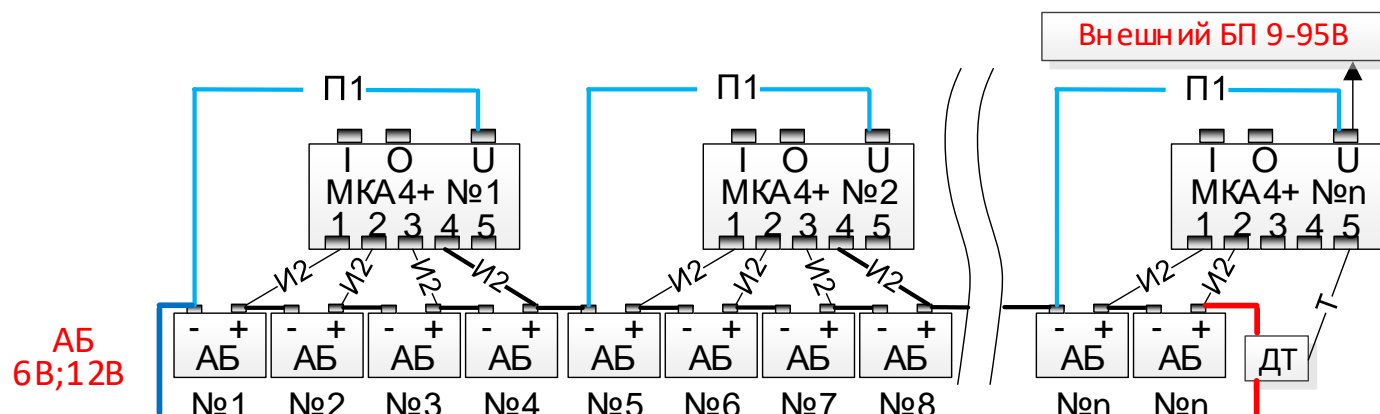
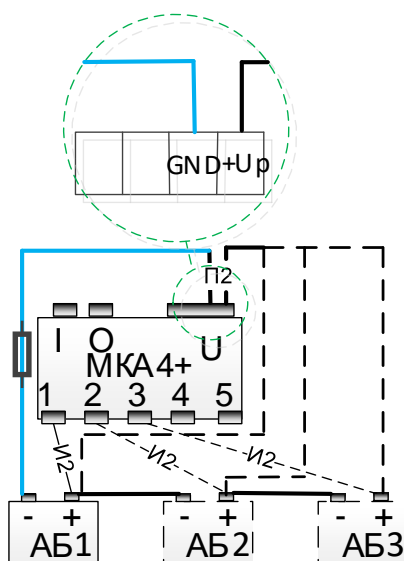

Рис.8. Пример подключения АБ 6В или 12В по 4 шт. на 1 МКА4+.
Рис.9. Схема подключения МКА4+ с кабелем П2 с 1,2 или 3-мя АБ 12В либо с 2- или 3-мя АБ 6В.
Если МКА4+ мониторит менее 4-х аккумуляторов, запитывать его нужно одним из двух способов: а) от внешнего источника питания (рис. 8, МКА4+ №n), б) через кабель П2, позволяющий подать питание от «+» аккумулятора (с большим порядковым номером относительно минуса всей цепи АБ) на разъем U (клемма +U_p). См.рис.9.
6. В случае применения в системе мониторинга датчика тока ДТ1 установить джамперы J14, J17. Отключить имитатор от кабелей И2. Подключить имитатор к разъему кабеля Т согласно рис. 9. (1.x означает, что этот проводник можно подключить к любой точке 1.1...1.5 имитатора). Отключить кабель И2 от разъема Х5 МКА4+. Подключить кабель Т с имитатором на конце к разъему Х5 МКА4+. Убедиться в верном выполнении пп.4.4. раздела 4. При необходимости выявить причину неполадки и по возможности устранить.